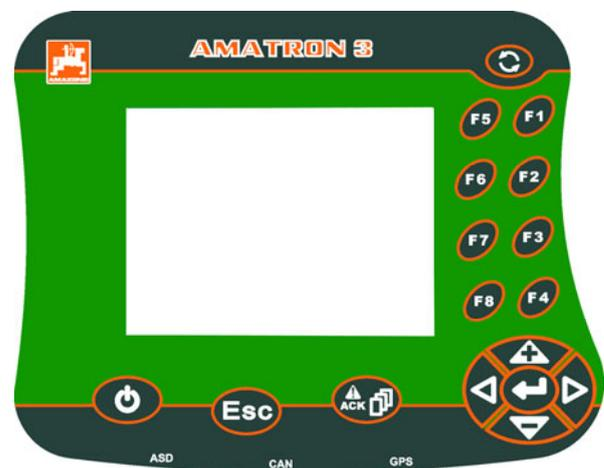

Fig. 151
- 4.1 Taste (Fig. 151/1) drücken.